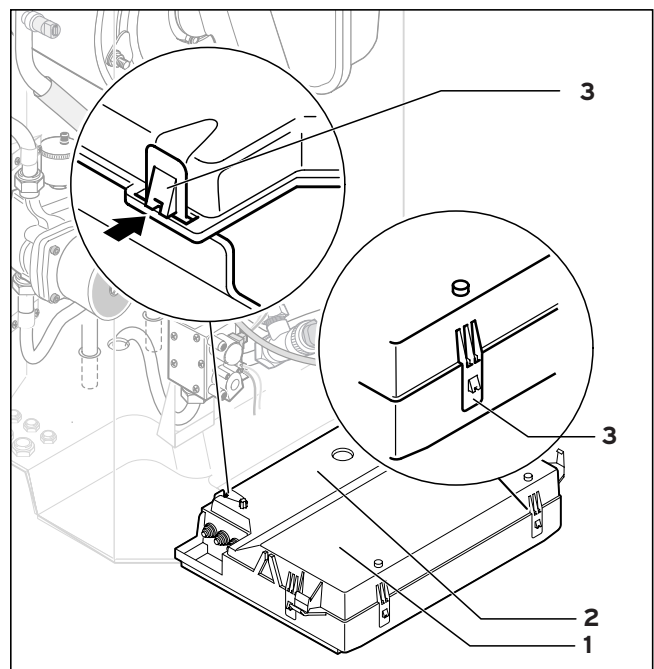

Fig. 4.6 Apertura della parte posteriore della morsetteria
- Rimuovere il rivestimento frontale dell'apparecchio e ribaltare in avanti il pannello comandi (1).
- Aprire le clip sui punti (2) del coperchio posteriore (2) del pannello comandi ed alzare il coperchio (vedi fig. 4.6).
- Aprire le clip sui punti (2) del coperchio posteriore (1) del pannello comandi ed alzare il coperchio (vedi fig. 4.6).
- Aprire il coperchio posteriore del pannello di comando (1) nella posizione (2), sollevando il coperchio (v. fig. 4.6).